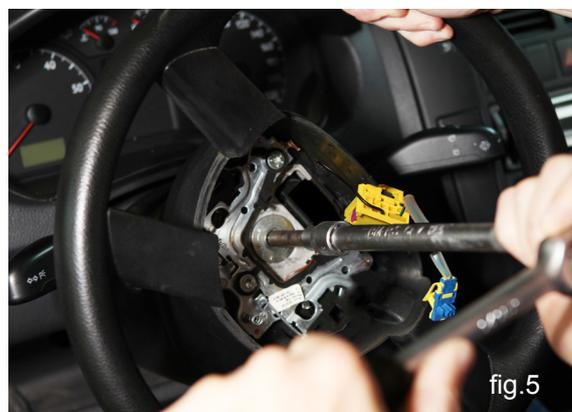

fig.5
8. Desapertar o parafuso de fixação do volante (fig. 5) e retirá-lo. Retirar cuidadosamente o volante.